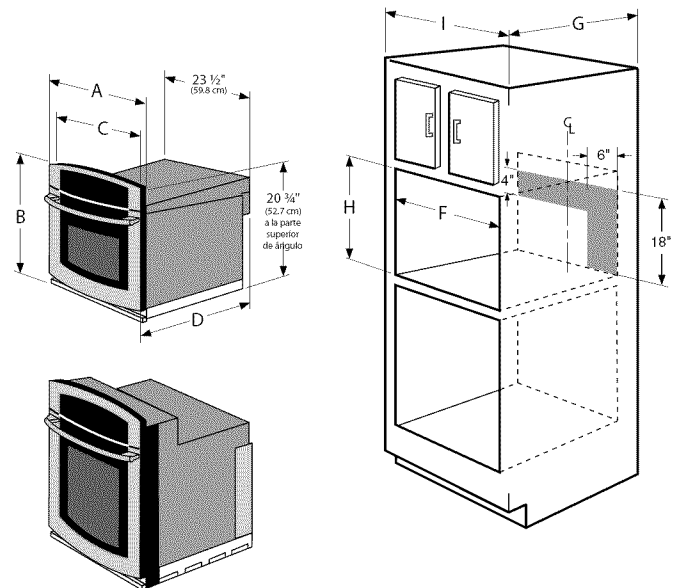

Figura 1
4. Este tomacorriente no debe estar ubicado en el área sombreada de la Figura 1. Es sumamente importante que el tomacorriente sea de 120 voltios y 13 amperios para el óptimo funcionamiento del horno.
Consulte la Figura 1 para las dimensiones que se aplican a su artefacto, y el espacio necesario para el horno. La superficie de soporte de horno puede ser de un material sólido como madera laminada o similar, sin embargo la superficie debe estar nivelada de lado a lado y desde la parte frontal hasta la parte posterior.